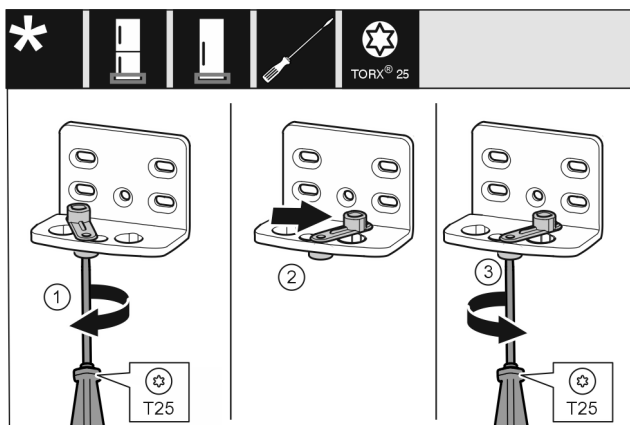

Fig. 12
- Schraube Fig. 12 (1) mit Schraubendreher lose schrauben.
- Türschließhilfe Fig. 12 (2) anheben und um 90° nach rechts in Bohrung drehen.
- Schraube Fig. 12 (3) mit Schraubendreher festschrauben.